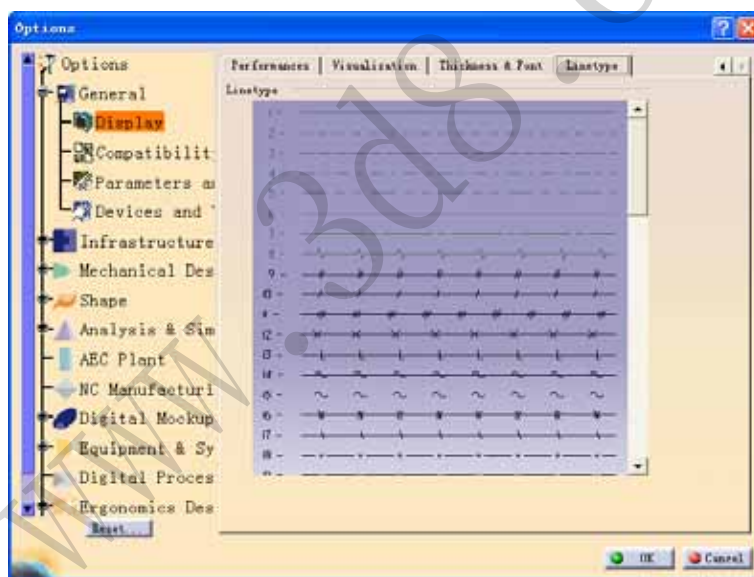

图 1-14 设置 Display
选中 Display 项，弹出如图 1-14 所示的对话框。
(1) Linetype 选项卡如图 1-14 所示。